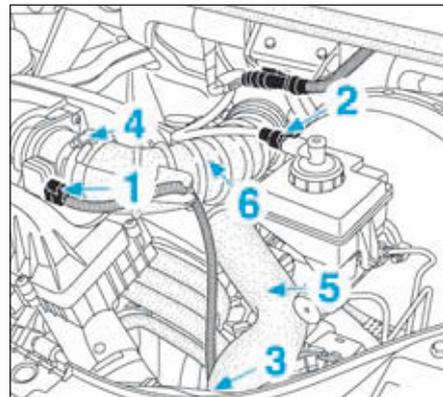

FIG.18
- Débrancher les connecteurs du boîtier papillon (1) et du capteur de niveau de liquide de frein (2) (Fig.18).
- Après avoir desserré les colliers (3) et (4), écarter les durits de l'échangeur air-air (5) et d'alimentation d'air (6).